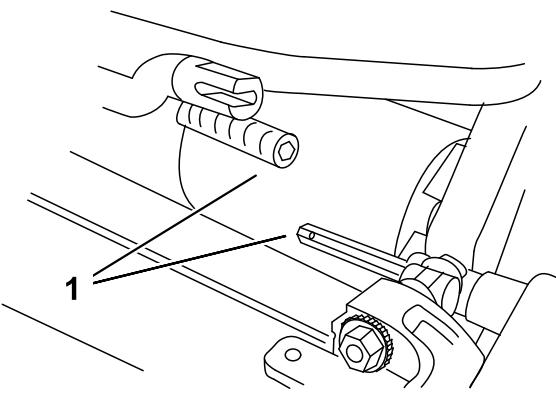

Bild 4
3. Schieben Sie die Schneideeinheit unter die Zugmaschine und dann nach links, um die Getriebekupplung einzukuppeln (Bild 4).